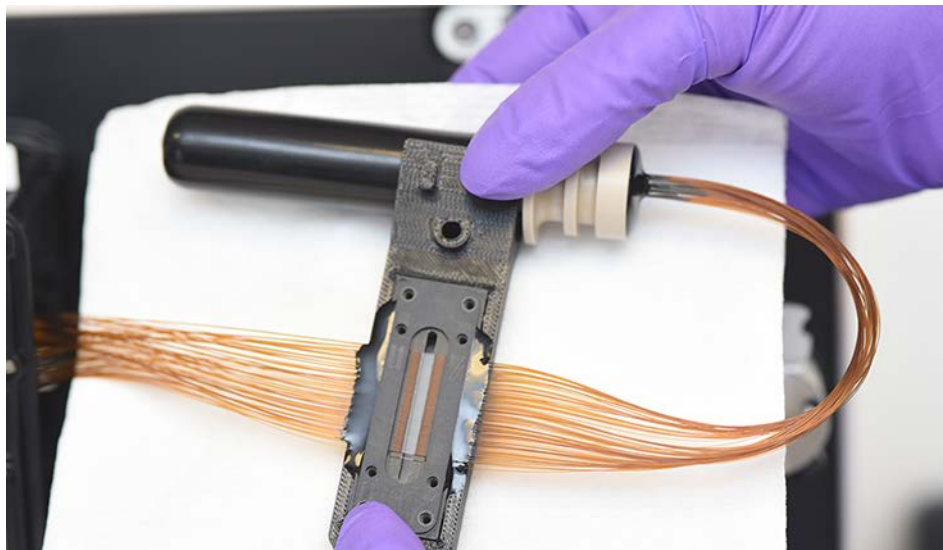

Figura 99 Ventana del microarray de capilares encima de un trozo de papel absorbente.
- 6 Coloque la ventana del microarray de capilares encima de un trozo de papel absorbente, tal como se muestra en la **Figura 99**.